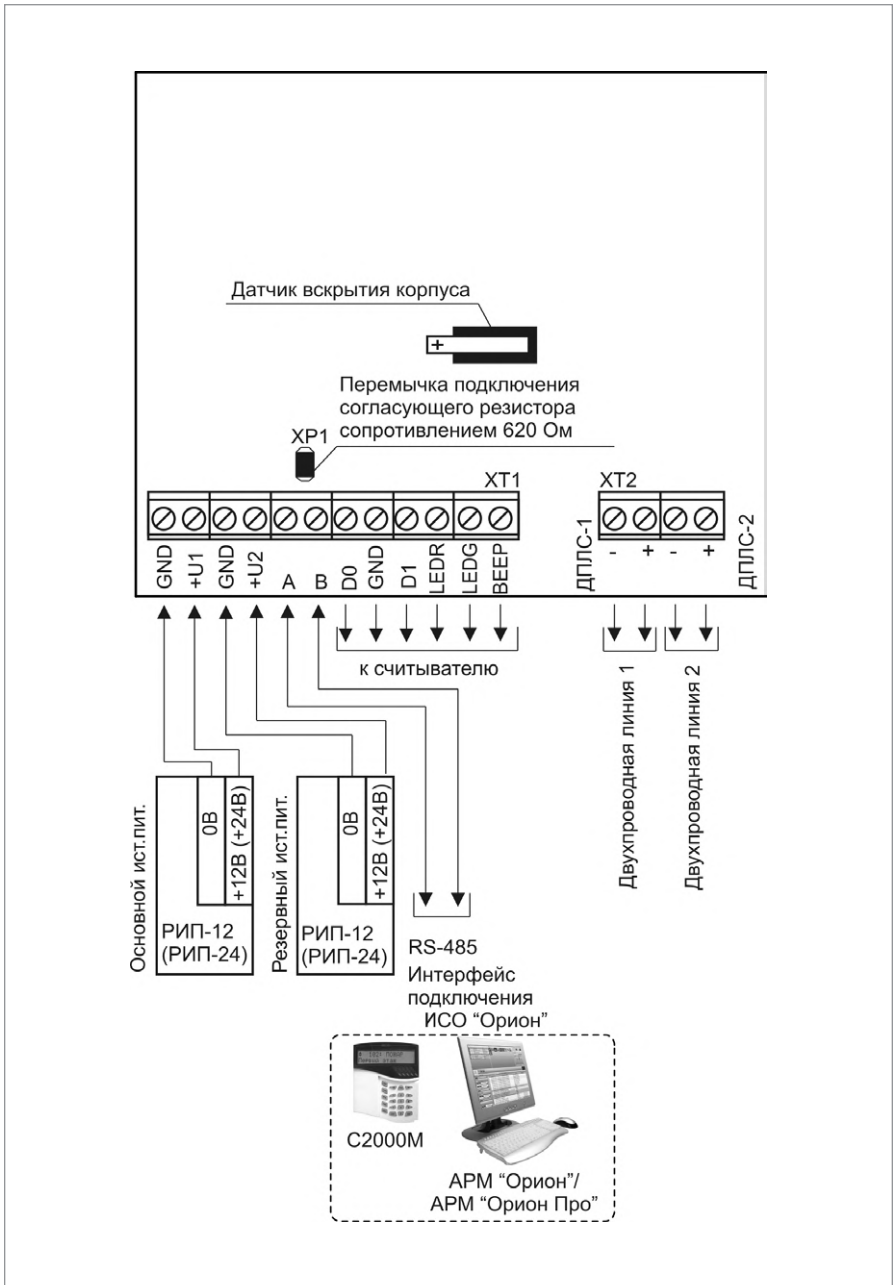

Рисунок 5.
1. Подключите соединительные линии в соответствии с проектной документацией и схемой на Рисунок 5.